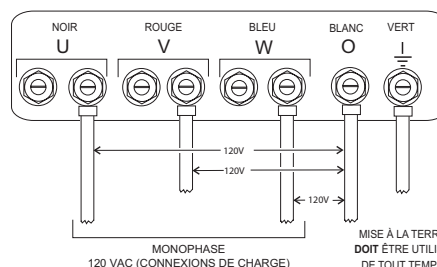

Figure 20. Bornes UVWO Connexions monophasées 120 volts
3. Connectez les fils de charge aux bornes UVWO comme indiqué dans la Figure 20.